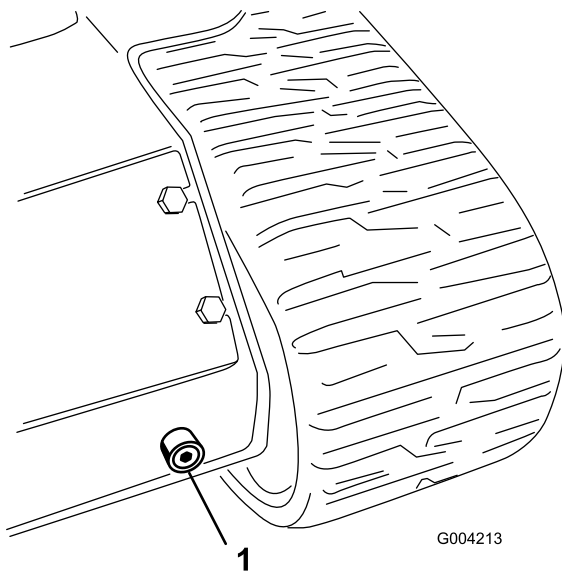

**Bild 62**
5. Entfernen Sie den Deckel des Hydraulikbehälters und den Peilstab (Bild 62).